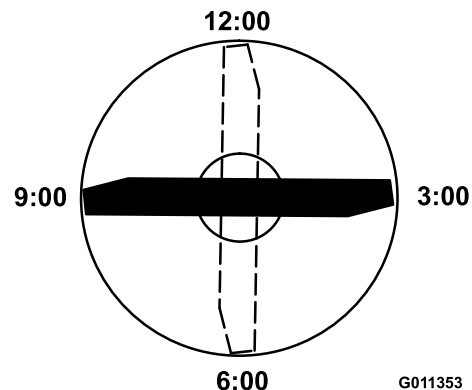

Figura 95
4. Coloque el filo de corte del extremo marcado de la cuchilla en la posición de las 12 (hacia adelante, en el sentido de la siega) (Figura 95) y mida la altura desde la mesa hasta el filo de corte de la cuchilla.
5. Gire el extremo marcado de la cuchilla a las posiciones de las 3 y de las 9 (Figura 95) y mida las alturas.